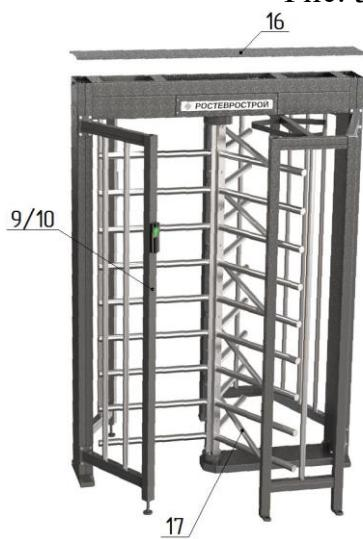

Рис. 6
5. Окончательная сборка (рис.6, 7):
– установите на место крышку **16** (выполнить после подключения турникета и, при необходимости, проведения режима калибровки) и закрепите винтами M4 (рис.6, 7).